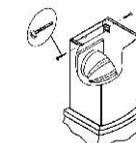

рис. 10
6.5 Для КВ: «MIRABEL 60», «MIRABEL 90», «FUEGO 90». Выдвиньте вложенную в вытяжку фальштрубу, оденьте ее на кронштейн (рис. 10) и закрепите винтами.